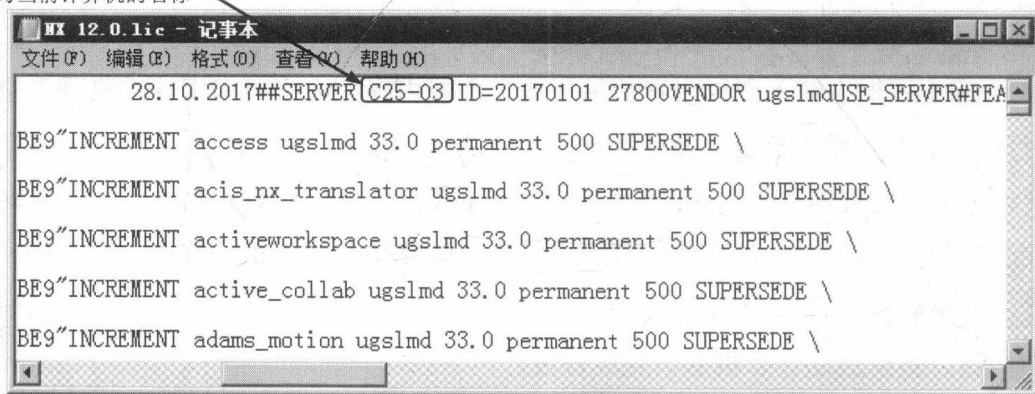

图 1.2.2 修改许可证文件
Step2. 修改许可证文件并保存，如图 1.2.2 所示。